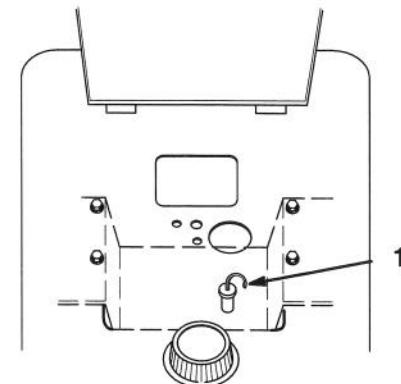

Figure 34
3. Nettoyer les abords de la jauge de transmission (Fig. 34) pour éviter la chute d'impuretés dans l'ouverture de remplissage, qui risquerait d'endommager la transmission.
4. Retirer la jauge et essuyer l'extrémité métallique (Fig. 34).
5. Insérer la jauge à fond dans le goulot de remplissage (Fig. 34). Retirer la jauge et lire le niveau d'huile sur l'extrémité métallique. Quand la transmission est froide, le niveau doit arriver au repère du plein, "F" (Fig. 34).